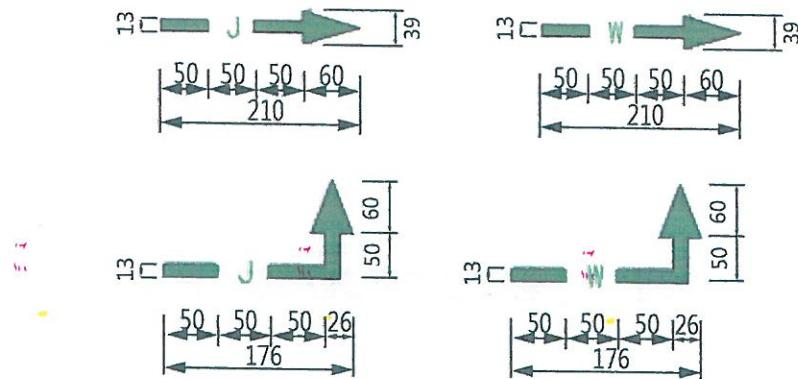

图 33 给水排水类管线标识样式及尺寸示例
6.4 给水排水类管线标识由管线符号和水流箭形组成。给水管线用字母“J”表示，排水管线用字母“W”表示。字母及箭形均为绿色 RGB (8, 119, 21)，字体为黑体。给水排水类管线标识样式及尺寸示例见图 33。